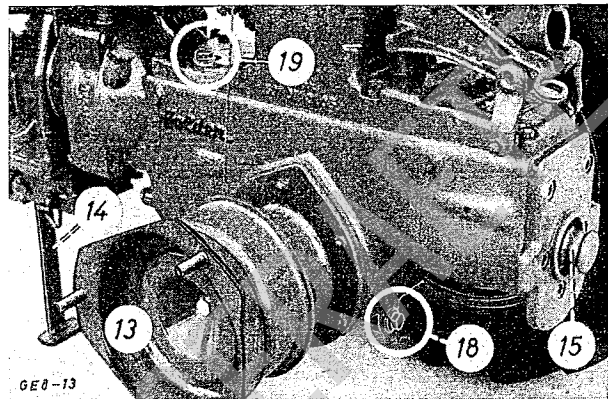

Bild 5: Getriebe
Zur Anpassung an verschiedene Reihenweiten läßt sich die Spurweite von 450 mm bis 680 mm gemäß nebenstehendem Schema verstellen. Mit den serienmäßigen Schlepperrädern 5.00x16 AS können 4 verschiedene Spurweiten durch entsprechendes Montieren der Räder an den Radschüsseln (13) erreicht werden (siehe Bild 5).
Zum Wechseln der Räder wird die Klappstütze (14) (siehe Bild 5) heruntergeklappt und die Handbremse angezogen. Zuerst Radmuttern lösen und dann erst den Schlepper mit Wagenheber oder dgl. anheben. Nach dem Räderwechsel darauf achten, daß die Radmuttern wieder fest angezogen werden. Stehen 2 Personen zur Verfügung, so läßt man die Maschine einfach nach vorne kippen. Nach dem Lockern der Radmuttern hebt eine Person die Maschine an einem Holm an, während die andere das Rad montiert.
Die **Zapfwelle** (15) (siehe Bild 5) befindet sich an der Rückseite des Schleppers. Bei Nichtgebrauch wird sie durch eine Gummikappe geschützt. Die Zapfwellengeräte werden mittels Schnellverschluß angebaut. Zum Ein- und Ausschalten der Zapfwelle muß der Kupplungshebel (1) gezogen werden. Verschiedene Schaltmöglichkeiten der Zapfwelle stehen Ihnen zur Verfügung.